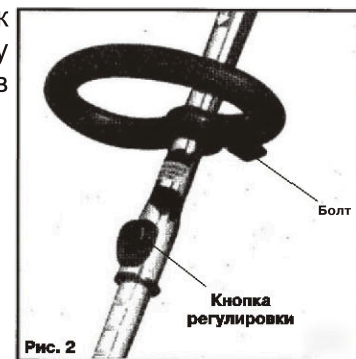

Рис. 2
4.3 Прикрутите боковую ручку с помощью специального крепежного болта как показано на Рис. 2.
4.5 Для удобной и комфортной работы, триммер снабжен выдвижной рукояткой, которую можно как выдвинуть так и убрать на необходимую Вам длину нажав на кнопку регулировки Рис. 2. отпустив кнопку, ручка зафиксируется.